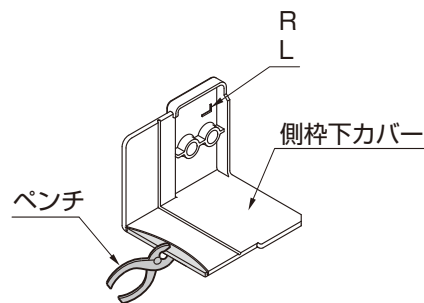

図4-6 丸柱の場合
- 丸柱の場合は、側枠下カバーのスリット部分をペンチ等で切り取ってください。(図4-6参照)
- 側枠下カバーのR Lは、裏面にあるR、Lの文字で確認できます。(図4-6参照)